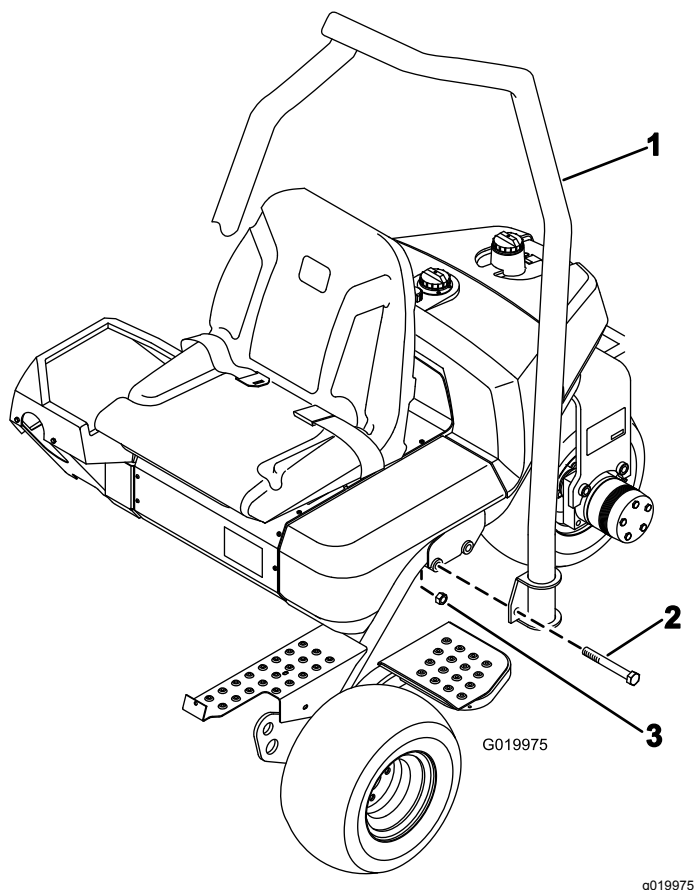

Рисунок 7
1. Расположите систему ROPS так, чтобы верхняя часть изгиба трубы была направлена к передней стороне машины (Рисунок 7).
2. Опустите узел ROPS на раму, совместив с монтажными отверстиями (Рисунок 7).
3. Прикрепите каждую сторону ROPS к раме 2 болтами (5/8 x 4-1/2 дюйма) и контргайками, как показано на Рисунок 7. Затяните с моментом 183 – 223 Н·м.